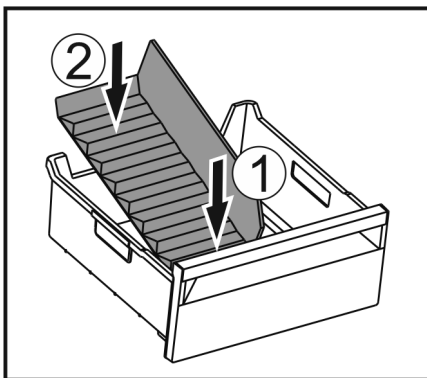

Fig. 45
- ▶ Scheidervoorzijde eerst plaatsen Fig. 45 (1).
- ▶ Achterste deel neerlaten Fig. 45 (2).